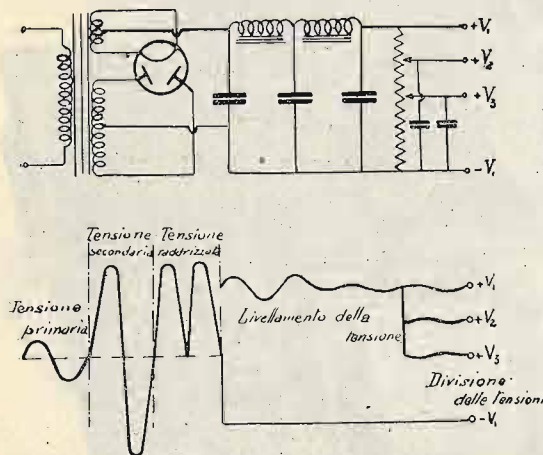
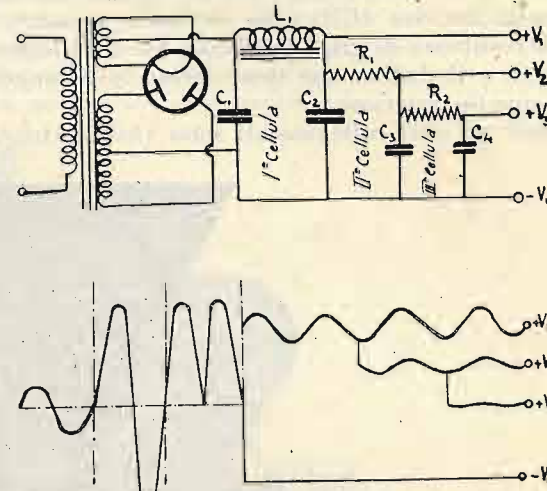
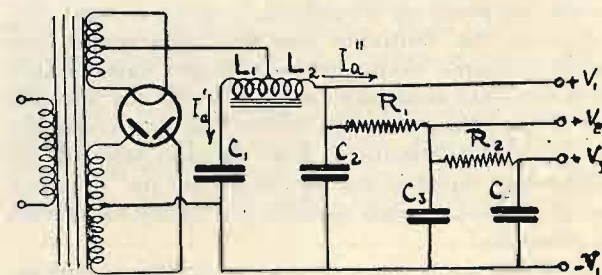

Fig. 10. - Schema elettrico e di funzionamento di un alimentatore anodico del tipo normale.
Fig. 11.
Fig. 12.
**B) ALIMENTATORI ANODICI.** - Nell'alimentazione integrale in alternata le tensioni anodiche delle valvole vengono fornite da un complesso raddrizzatore-livellatore, il cui sistema di funzionamento è illustrato in fig. 10.
Seguendo questo concetto F. B. Miessner ha indicato come più opportuno il sistema di alimentazione indicato in fig. 11. In questo sistema lo stadio di uscita è alimentato da tensione  $V_1$  filtrata attraverso una sola cellula  $C_1 L_1 C_2$ ; essa contiene dunque una componente  $V_a$  relativamente grande che però viene applicata ad uno stadio poco sensibile al ronzio; per contro si ottiene il non trascurabile vantaggio di aver piccole cadute nel filtro avendosi una sola impedenza in luogo delle due del sistema classico di fig. 10.
La fig. 12 rappresenta il filtro d'alimentazione di fig. 11, nel quale si è apportata la modifica di mettere una frazione dell'impedenza  $L_1$  in derivazione sulla prima cellula. La componente alternata  $V_a$  che devia attraverso  $L_1 C_1$  induce nell'altra frazione di impedenza  $L_2$  una f. e. m. tale da neutralizzare la componente  $V_a$  che prenderebbe la via dell'alimentazione. Naturalmente perchè ciò avvenga occorre che l'intensità e
La frequenza 100 periodi può invece venir presa dall'alimentatore anodico, alterando l'equilibrio delle cellule  $C_1 L_1 C_2, C_2 R_1 C_3, C_3 R_2 C_4$  di fig. 11 e variando i valori delle capacità in modo da provocare un ronzio di fase ed intensità tali da neutralizzare quello esistente.